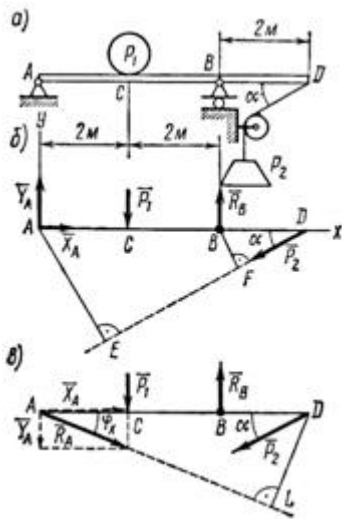

Рисунок 13
4. На консольную балку, имеющую в точке А шарнирно-неподвижную, а в точке В шарнирно-подвижную опору, действуют две сосредоточенные нагрузки:  $P_1 = 18$  кН и  $P_2 = 50$  кН, как показано на рис. 13, а; угол  $a = 40^\circ$ . Определить реакции опор балки.